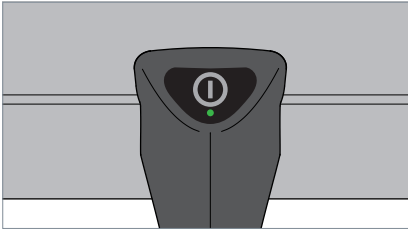

Fig. 6: Taste.
- ▶ Drücken Sie die Taste, siehe Fig. 6.
- ▶ Drücken Sie die Taste und halten Sie diese Taste gedrückt, siehe Fig. 6.